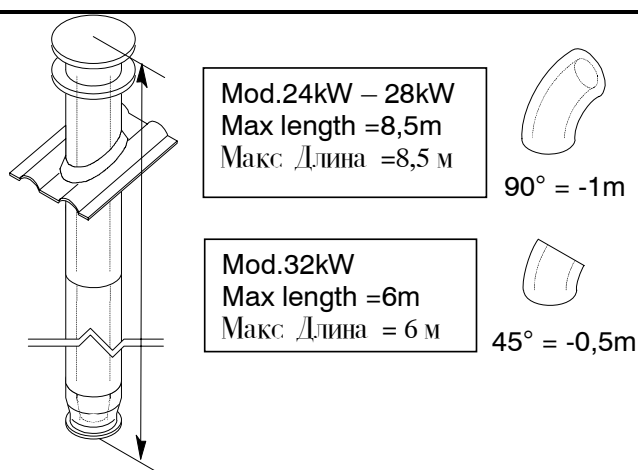

Fig. 5-10
**Vertical- roof kit (Fig. 5-10)**
**Комплект для вертикального отвода отходящих газов (рис.5.10)**